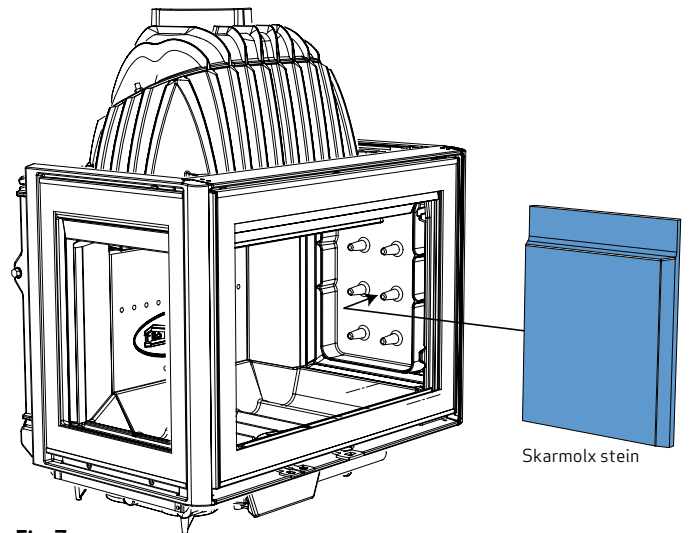

Fig. 7
1. Når kun sideglass skal ettermonteres fjernes sidesteinen først, fig. 7.
5. Monter sidestein som vist på fig. 7 når forblendingsplate monteres.